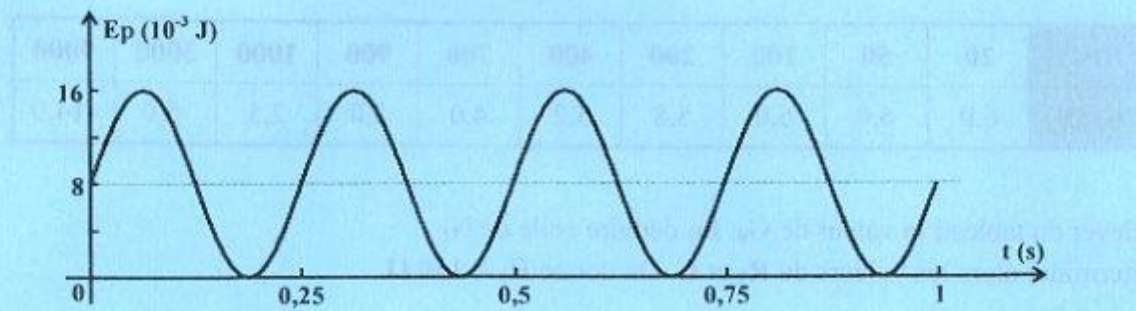

figure 3
- 3- La courbe traduisant l'évolution au cours du temps de l'énergie potentielle  $E_p(t)$  du système  $\{(S) + (R)\}$  est donnée par la figure 3.
- a- En exploitant la courbe de la figure 3, déterminer la valeur de:
- la période propre  $T_0$ . En déduire celle de la masse  $m$  du solide (S) ;